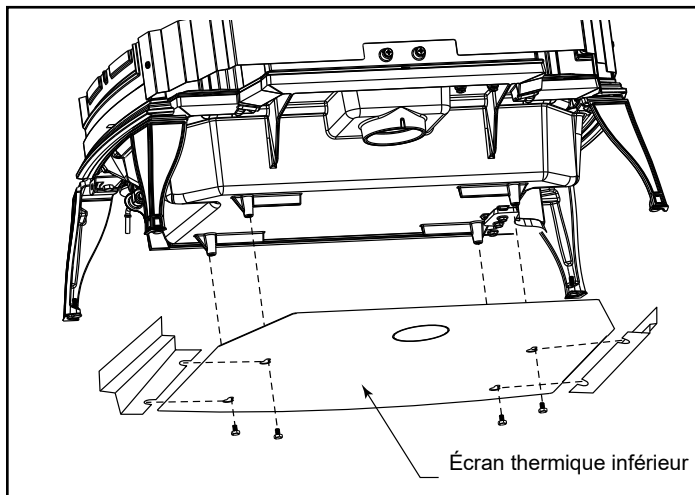

Figure 5.5 - Fixation de l'écran thermique inférieur.
1. Repérez les 4 boulons hexagonaux de 1/4-20 x 3/8 po précédemment retirés des supports d'expédition et installez-les dans les quatre trous situés sous le poêle (figure 5.5).
2. Alignez les trous de clé de l'écran thermique inférieur aux quatre boulons hexagonaux précédemment installés dans la base (figure 5.5). La découpe pour le trou d'air extérieur doit être vers l'arrière du poêle.
3. Attachez les côtés de l'écran thermique en faisant passer les encoches au-dessus des têtes des boulons. Serrez les boulons à tête hexagonale (figure 5.5).